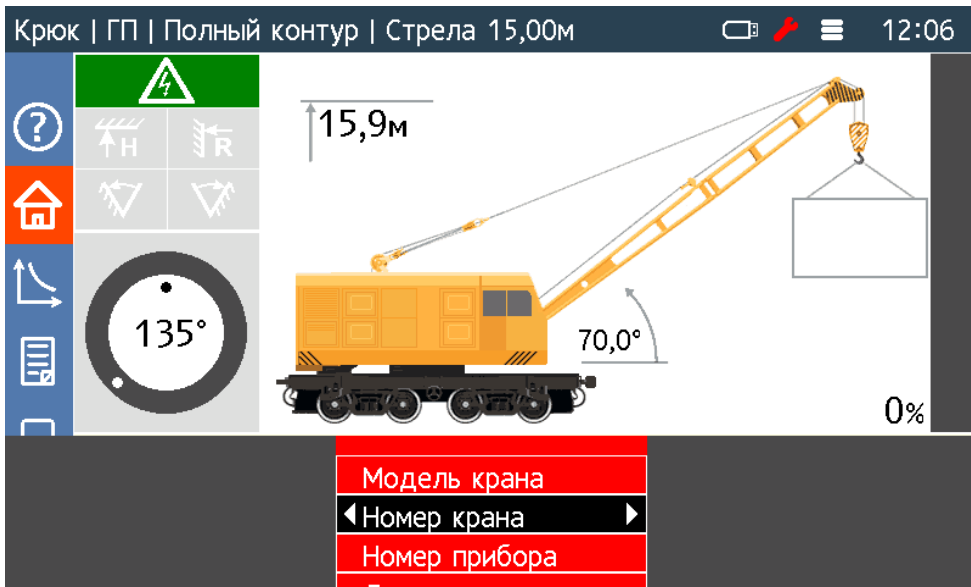

Рисунок 14 — Меню "Выбор крана"
- нажатием кнопки 4 выбрать пункт меню «Настройка» (рисунок 14), затем кнопку 6;